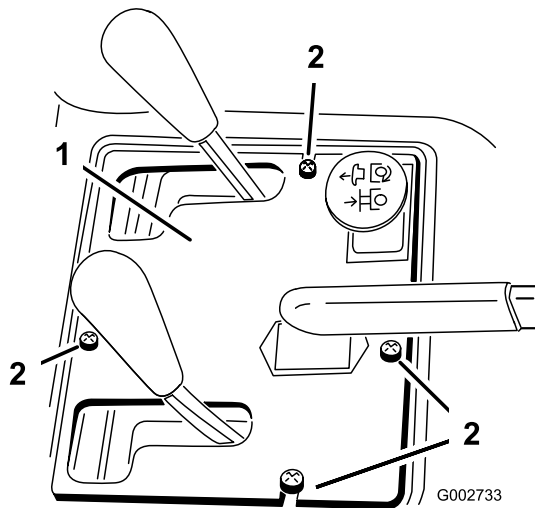

Figura 38
2. Togliete le quattro viti che fissano la plancia al telaio (Figura 38).